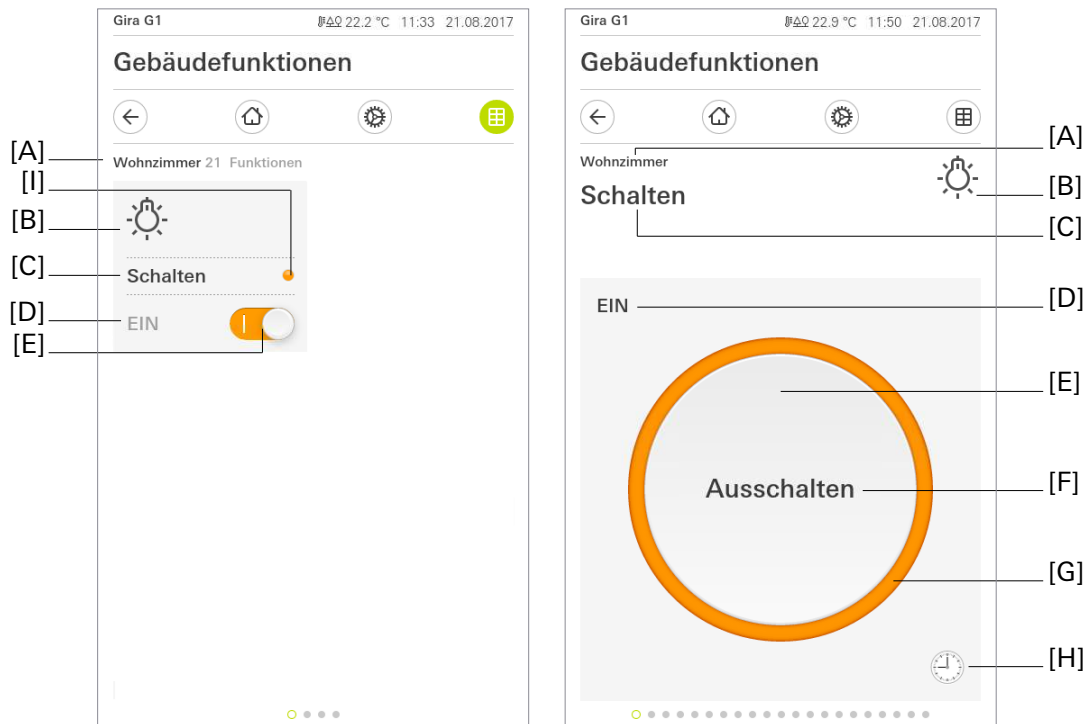
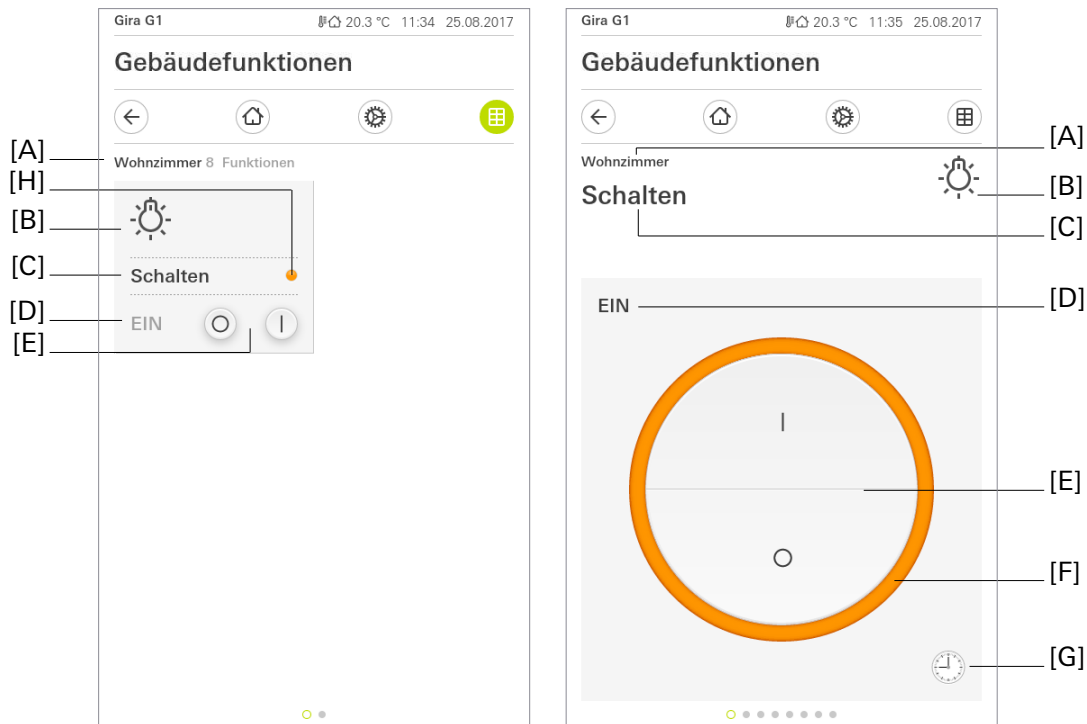

Bild 1: Beispiel für Bedien- und Anzeigeelement der Funktion „Schalten“ (Tastenfunktion).
Bild 2: Beispiel für Bedien- und Anzeigeelement der Funktion „Schalten“ (Wippenfunktion).
- i** Die Kanalfunktion „Schalten“ kann in Abhängigkeit der ETS-Parametrierung als Tasten- oder Wippenfunktion ausgeführt sein. Die Grafik (Bild 1) zeigt beispielhaft die Tastenfunktion. In der Grafik (Bild 2) wird die Wippenkonfiguration dargestellt.